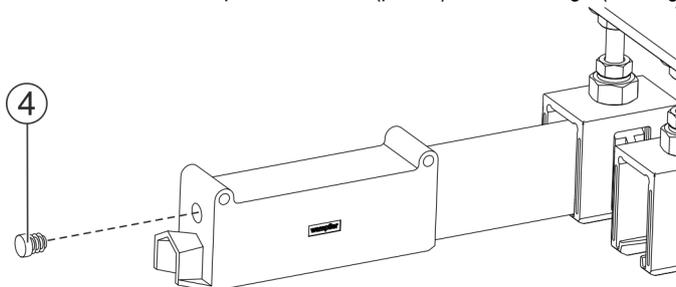

Fig. 101 : Placer les capots d'extrémités à ailettes sur les vis à tête cylindrique.
→ Insérer le capot d'extrémité (pos. 4) dans l'alésage (voir Fig. 101).